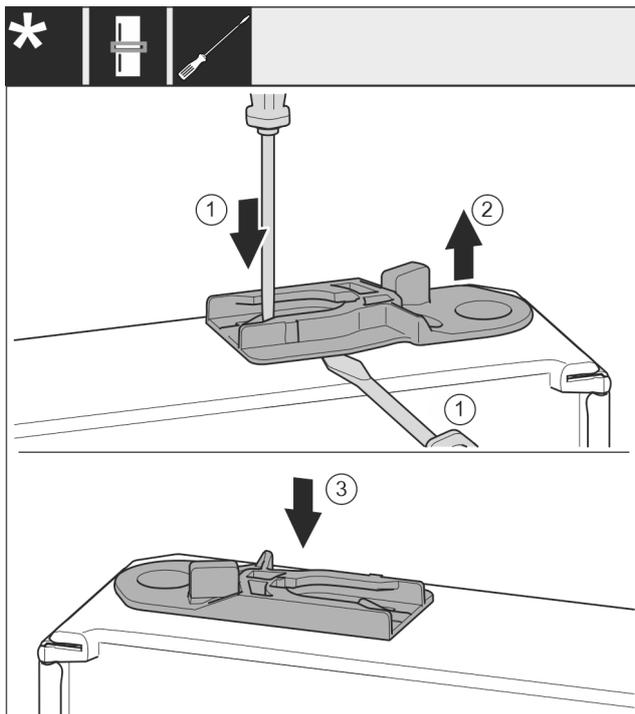

Fig. 38 *
- ▶ Trekk ut føringsbøssing: Trykk på lasken med skrutrekkeren, og kjør samtidig skrutrekkeren inn under føringsbøssingen. Fig. 38 (1, 2)*
- ▶ Skyv føringsbøssingen som fulgte med leveringen inn på den andre hussiden. Fig. 38 (3)*